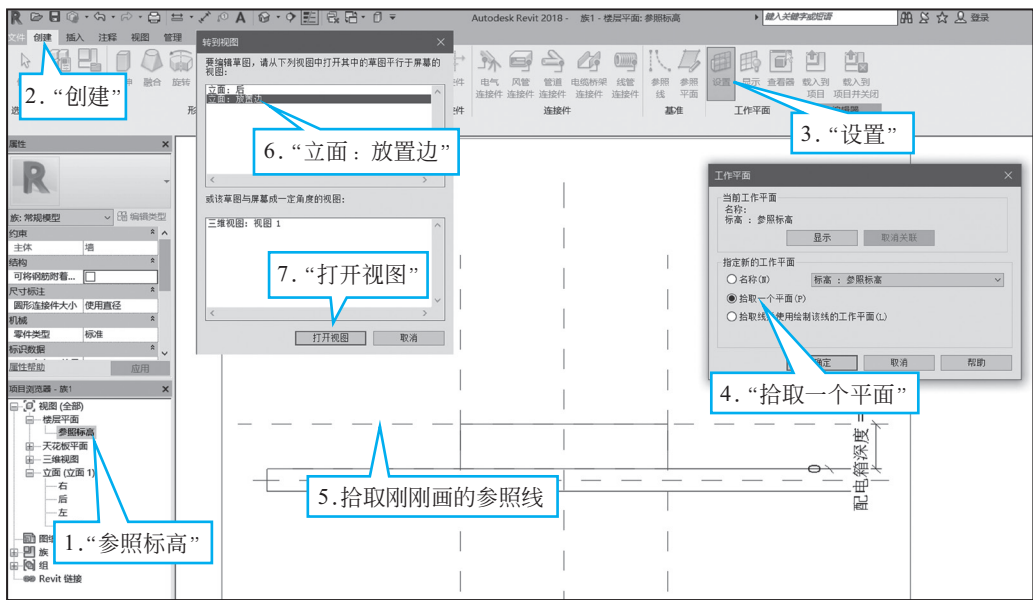

图 1-13 拾取工作平面
(7) 双击“楼层平面”→“参照标高”，单击“创建”面板→“工作平面”面板中的“设置”选项，选择“拾取一个平面”，拾取刚刚在参照标高平面画的参照线，选择“立面：放置边”，如图 1-13 所示。